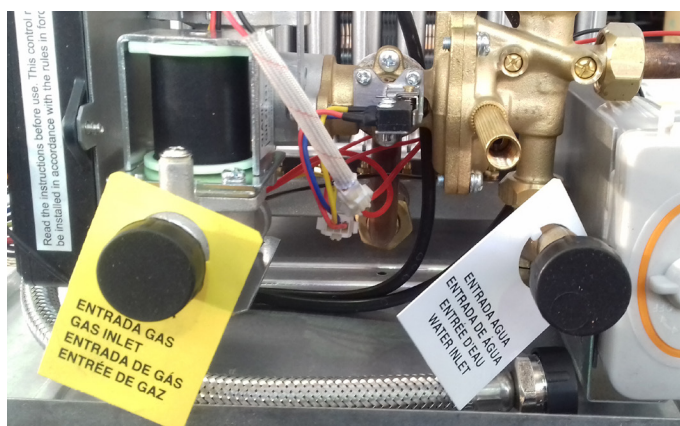

fig. 7 - Cartões das ligações
- Remova as tampas das uniões da água e do gás; **ver a fig. 7.**